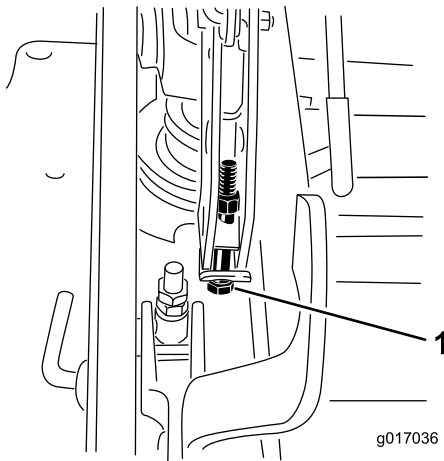

Bild 73
13. Wenn das Mähwerk zu niedrig ist, drehen Sie die zentrale Einstellschraube nach rechts, um sie anzuziehen. Wenn das Mähwerk zu hoch ist, drehen Sie die zentrale Einstellschraube nach links, um sie zu lösen (Bild 73).